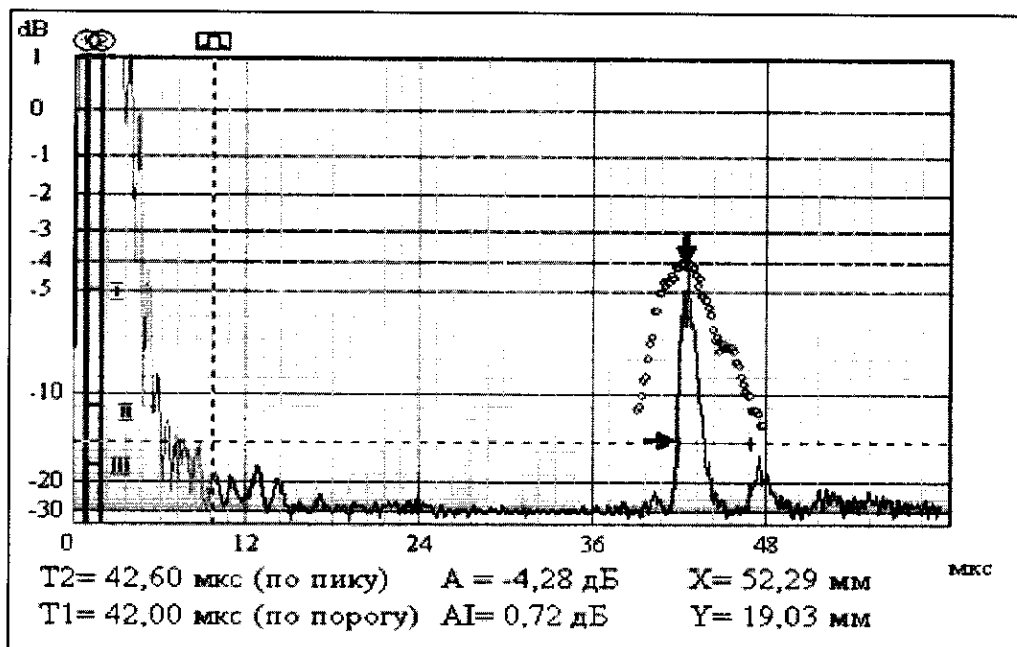

Рисунок 14 – Вид сигналов при измерениях на образце №2.
- 7) перемещая ПЭП в продольном направлении по поверхности образца №2 получить огибающую – кривую перемещения максимума сигнала (см. рис. 14);